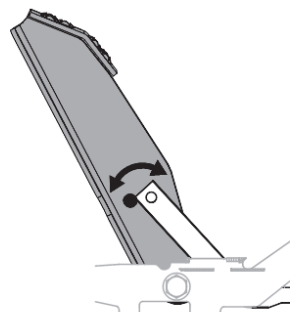

Рис. 26
4. Установите на место ранее снятую фурнитуру и затяните гайку с усилием 38–47 Нм (рис. 26).